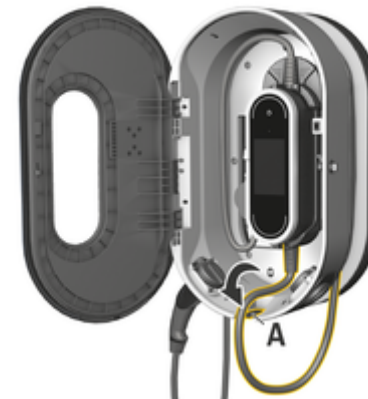

Fig. 33: Insertion du module de commande
3. Acheminez le câble du véhicule jusqu'à l'ouverture **A** (Fig. 33) et enroulez tout excès de câble autour de la borne de recharge.